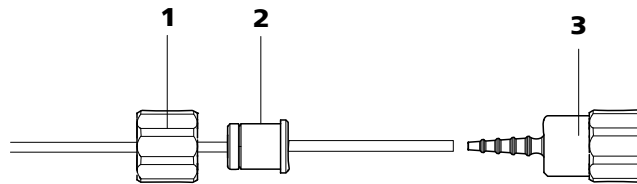

Abbildung 33 Pumpschlauch-Verbindung ohne Filter installieren
- **Fall B:** eine Pumpschlauch-Verbindung **ohne Filter** (6.2744.160) (siehe Abbildung 33, Seite 54) anschliessen.